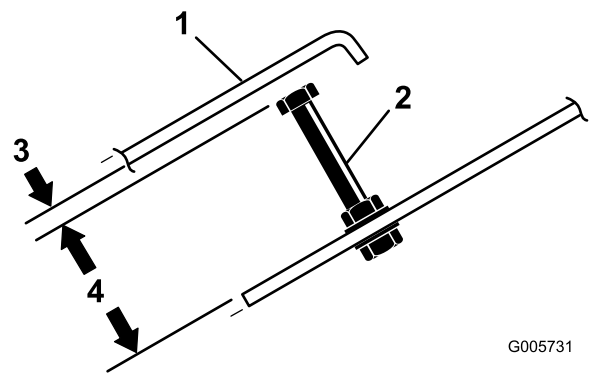

Figura 70
2. Afloje las contratuercas y ajuste el tornillo de tope del pedal de tracción (Figura 70) a una longitud de 8 cm.